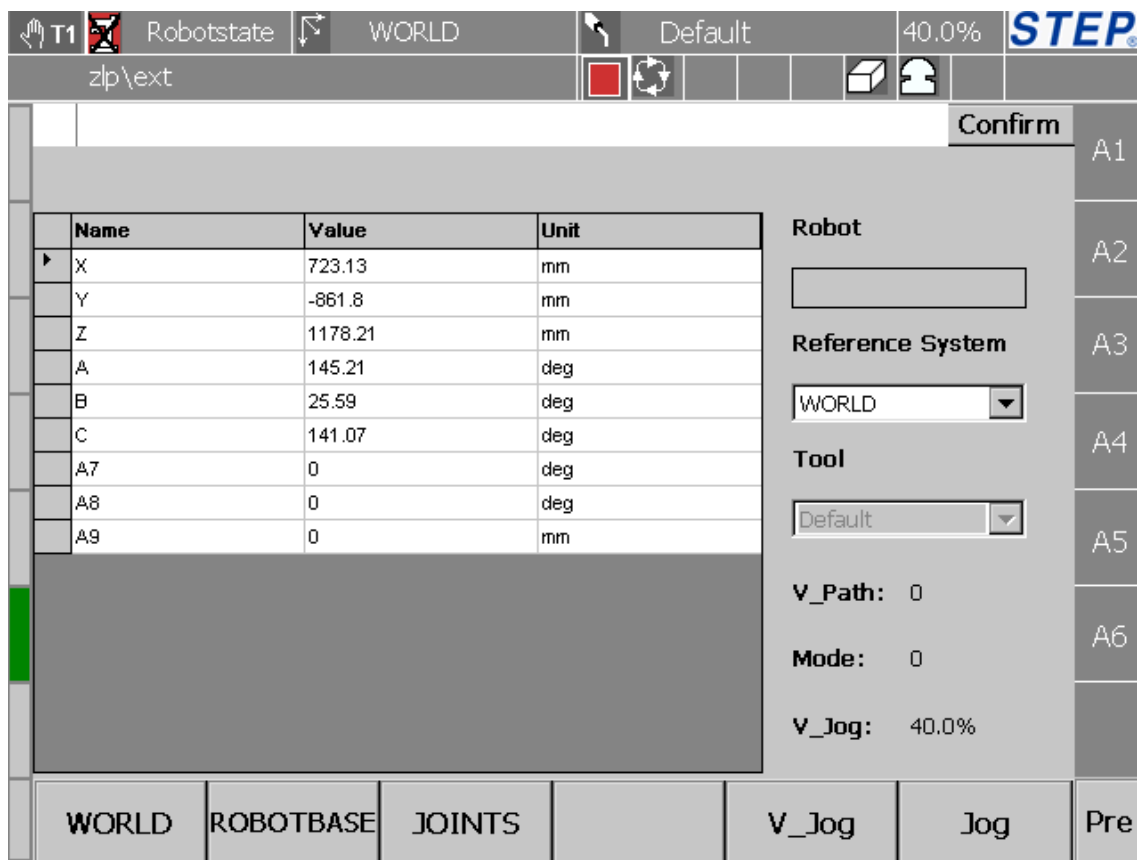
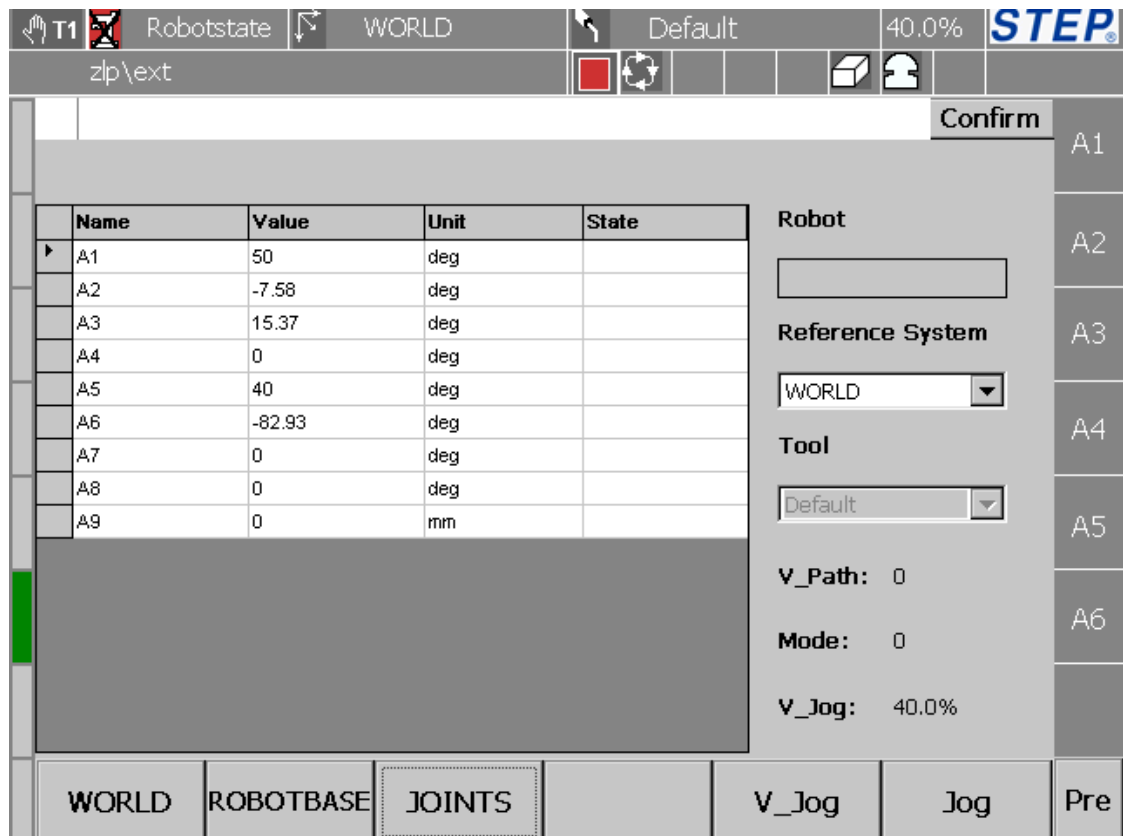

图 10 机器人笛卡尔位置界面示意图
图 11 机器人关机空间位置显示
- TCP 位置显示可以在两种空间之间进行切换：关节空间、笛卡尔空间。笛卡尔空间位置显示如图 10，关节空间位置显示如图 11。
- TCP 位置显示参考坐标系切换：界面下侧有四个按钮“WORLD”、“ROBOTBASE”、“Joints”、“reff”（如图 10），这四个按钮分别对应世界坐标系、基坐标系、关节空间、自定义参考坐标系。只有在点击 Joints 按钮时才会切换到关节空间位置显示。界面右侧“Reference System”下拉框用来进行自定义参考坐标系选择（如图 10，当在下拉框中选择了“reff”坐标系，界面下侧对应自定义参考坐标系的按钮显示为“reff”，说明如果配置了附加轴，这里会出现附加轴坐标系选项）。